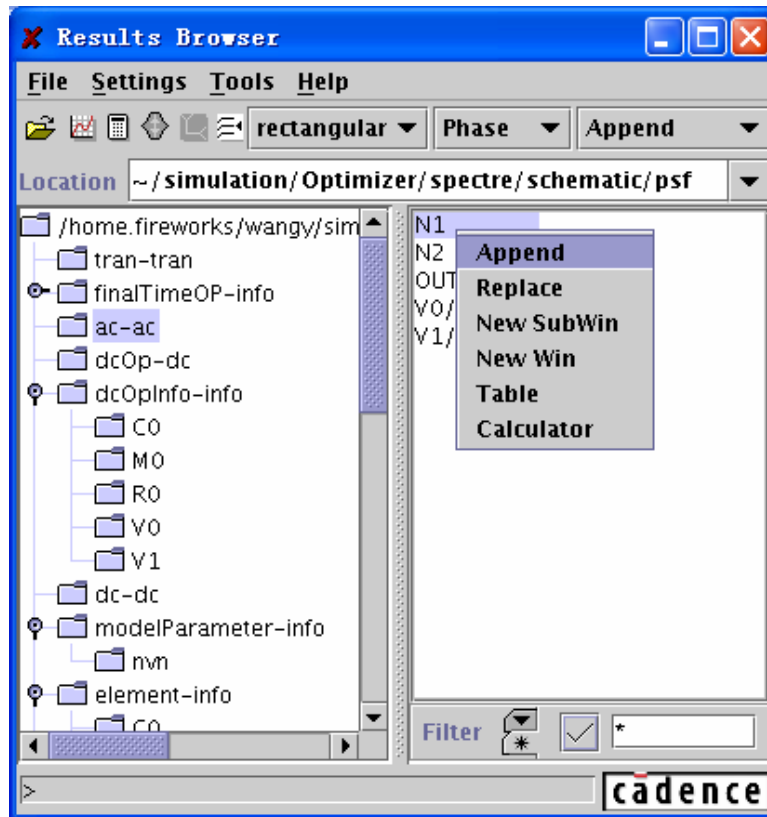

图 4.11 显示方法的选定
- 在选中需要的仿真结果后，点击鼠标右键，此时弹出一个选项菜单，如图 4.11 所示。
注意：此时，“Results Browser”中对仿真结果的预处理不在生效。例如在图 4.11 中，第二个下拉菜单选择“Phase”，即输出仿真结果的幅角。这个功能对上述 5 个选项都有用。但是对于“Calculator”选项，送到“Calculator”中是未经处理过的数据。如果需要显示幅角，则需要在“Calculator”中对该数据使用“phase”函数。